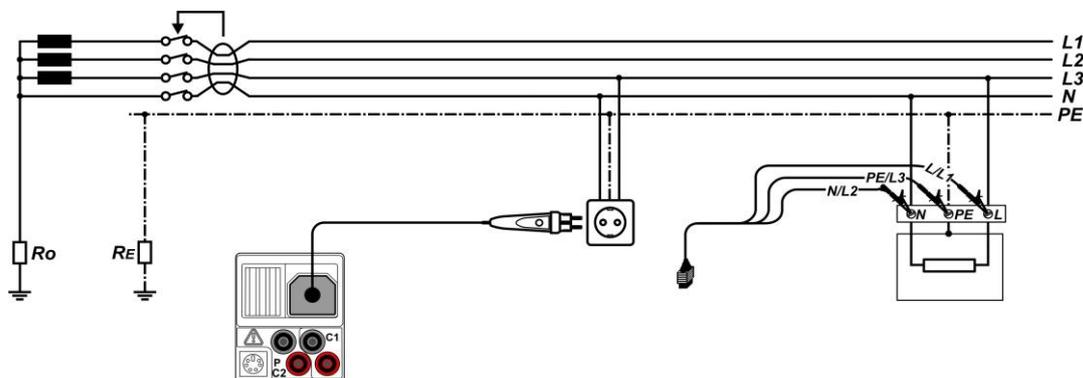

Abbildung 5.17: Anschließen des Stecker-Commanders und der 3-Leiter-Prüfleitung
- Schließen** Sie die Prüfleitungen am Prüfling an (siehe *Abbildung 5.17*).
- ❑ **Schließen** Sie die Prüfleitungen am Prüfling an (siehe *Abbildung 5.17*).
<ul style="list-style-type: none"> <li>□ Wählen Sie die Funktion RCD mithilfe der Funktionswahltasten aus.</li> <li>□ Stellen Sie die Unterfunktion AUTO ein.</li> <li>□ Stellen Sie (ggf.) die Prüfparameter ein.</li> <li>□ Schließen Sie das Prüfkabel am Instrument an.</li> <li>□ Schließen Sie die Prüfleitungen am Prüfling an (siehe Abbildung 5.17).</li> <li>□ Drücken Sie die Taste TEST, um die Messung durchzuführen</li> </ul>	Start des Tests